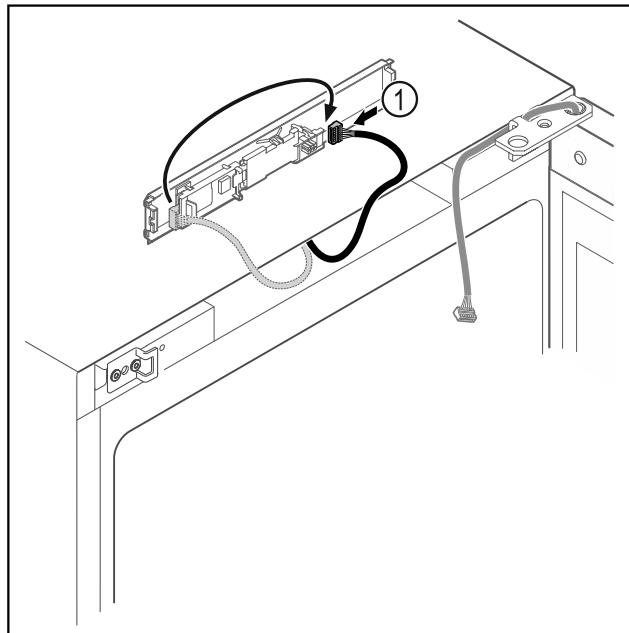

Fig. 21
- Μεταφέρετε το φίς Fig. 21 (1) στην πλακέτα.